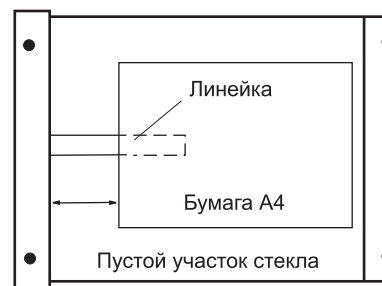

Рис. 6. Регулировка горизонтального масштаба копирования
- поместите линейку и лист бумаги формата A4 на стекло оригинала, как показано на рис. 6, и выполните копию в нормальном масштабе (1 : 1);
Если копия получилась больше оригинала (см. рис. 6), найдем  $K_{гм}$ :